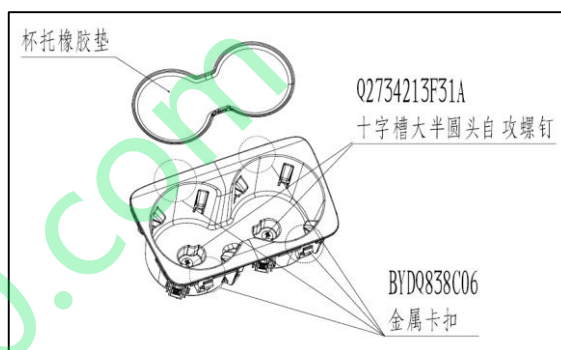

图 1.6.3 副仪表杯托总成的拆卸
- (1) 用手指勾着杯托橡胶垫的挂耳特征，把杯托橡胶垫取出；
- (2) 用十字螺丝刀把杯托总成底部的螺钉松开并取出；
- (3) 双手伸入杯托握着杯托表面，依次把如图 1.6.3 所示的 4 个金属卡扣依次拔出；
- (4) 副仪表杯托总成的安装：将副仪表板杯托总成的金属卡扣与换挡操作机构盖板的卡扣孔一一对上，用适当的力从上往下依次把各卡扣全部拍入，使之安装到位，同时确保外观要求，最后用十字螺丝刀拧紧杯托底部 2 个螺钉。